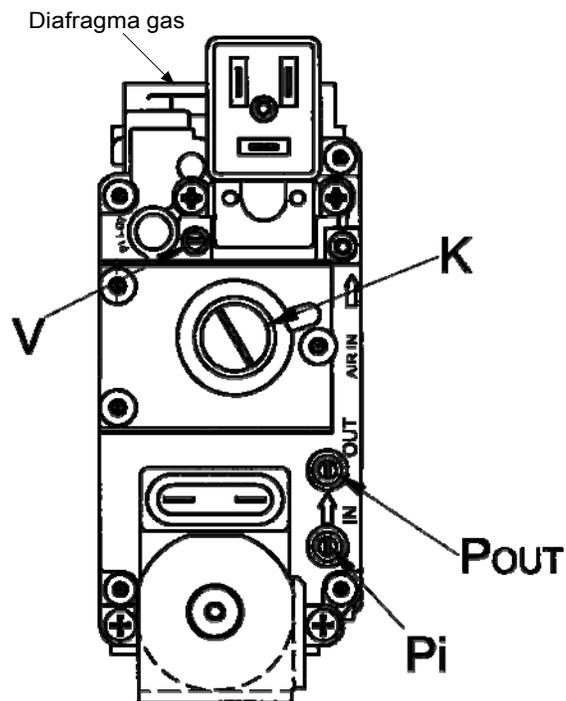

Figura 8a
6.1 MODELOS CON VÁLVULA INDIVIDUAL (POWER HT 1.850 Y 1.1000) FIGURA 8a
- Para los modelos con válvula individual sustituir el diafragma gas situado en la salida de la válvula del gas (figura 8a).